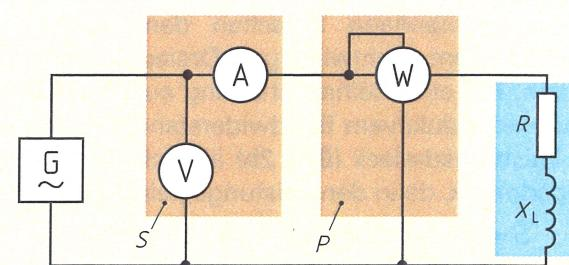

Bild 2: Ermittlung der Wirkleistung und Scheinleistung
**Versuch:** Schließen Sie eine Spule an Wechselspannung 50 Hz an (**Bild 2**). Messen Sie Stromstärke, Spannung und Leistung mit dem Leistungsmesser. Vergleichen Sie das Produkt aus Spannung und Stromstärke mit der Anzeige des Leistungsmessers.